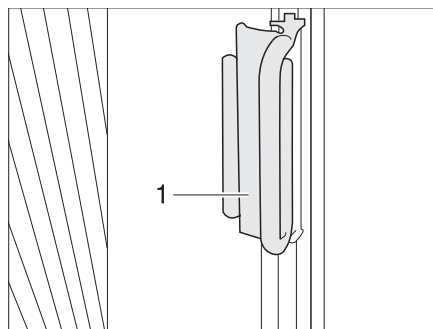

Bild 27 Verriegelung faltverdunklung Fahrer-/Beifahrerfenster
- Die faltverdunklungen für das Fahrerfenster und das Beifahrerfenster mit dem Griff (Bild 27,1) auf den Aufsatz schieben. Die faltverdunklung ist gesichert.